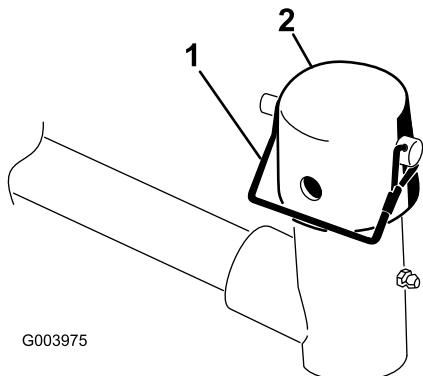

图9
7. 从提升臂轴轭上拆下保险销和中心盖（图9）。
- 注意：**如果需要可转动的滚刀组，可使用槽；如果需要滚刀组锁定到位，可使用孔（图9）。